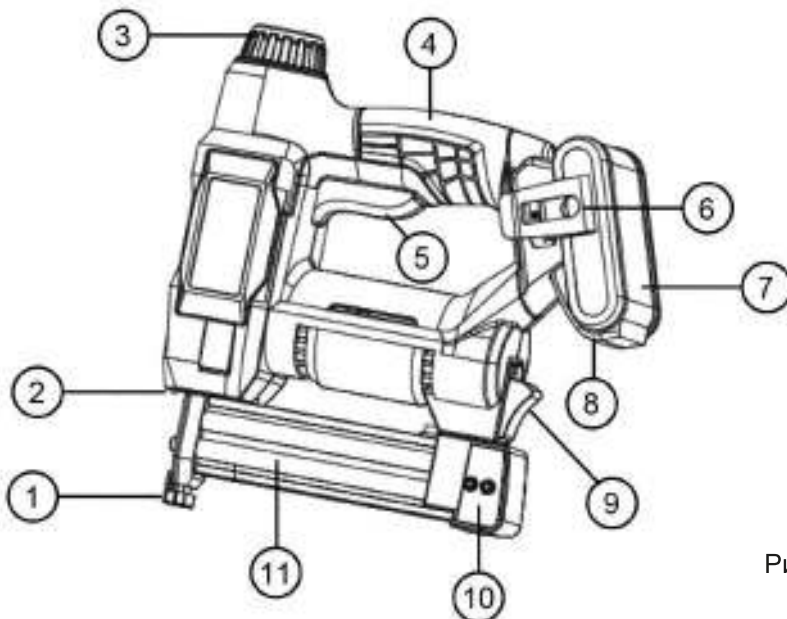

Рис. 1
- Извлеките аккумулятор 7 (Рис. 1) из инструмента, нажав на кнопку разблокировки аккумулятора 8 (Рис. 1) и потянув аккумулятор из устройства.